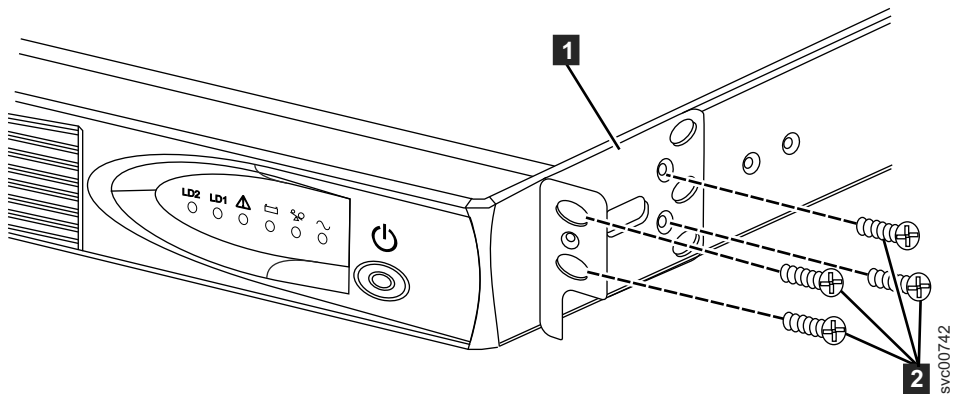

図 342. 2145 UPS-1U 用の UPS 取り付け金具の取り付け
2. 2145 UPS-1U の各側面で、提供された 4 個の M3 × 6 ねじ (452 ページの図 342 の **2**) を使用して、取り付け金具の長い方の端を 2145 UPS-1U に取り付けます。